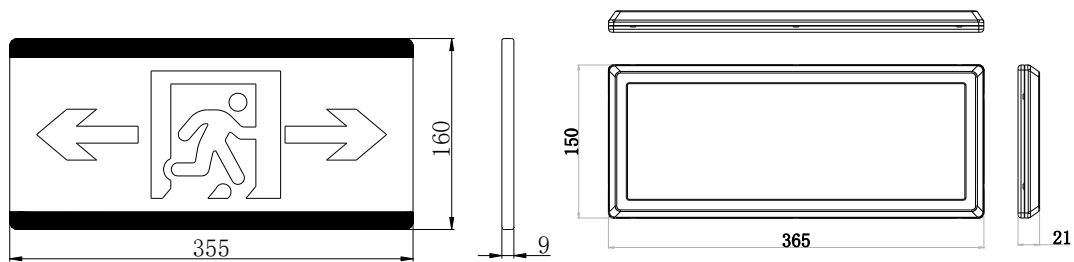

图 31
1.2. 壁挂标志灯：外形示意图如图 31 所示，右侧为 N457，左侧为其余型号壁挂标志灯。